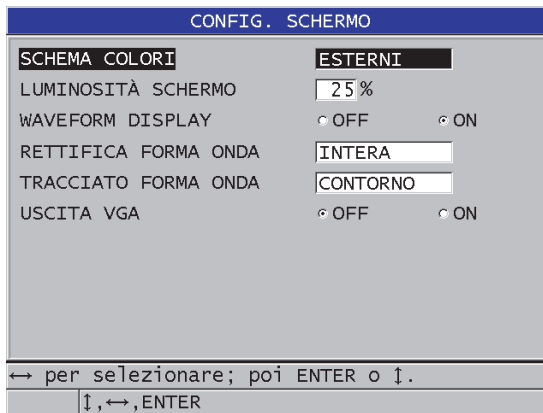

Figura 4-3 La schermata CONFIG. SCHERMO
2. Nella schermata **CONFIG. SCHERMO** (configura schermo) [vedi Figura 4-3 a pagina 70], selezionare il parametro ed il valore desiderati per i seguenti parametri: